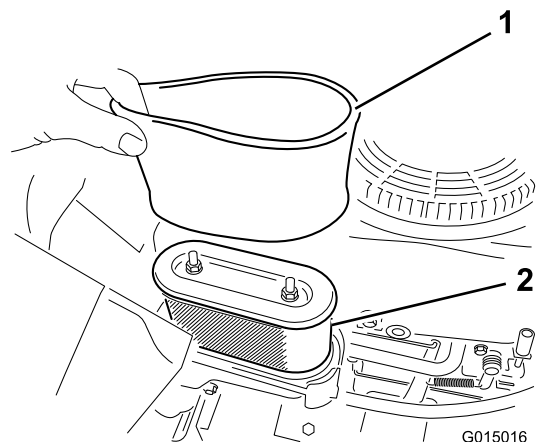

Figura 21
6. Retire cuidadosamente los elementos de gomaespuma y papel de la carcasa del limpiador de aire (Figura 21).
5. Alinee las pestañas de la tapa del limpiador de aire con las ranuras de la carcasa del soplador (Figura 21).